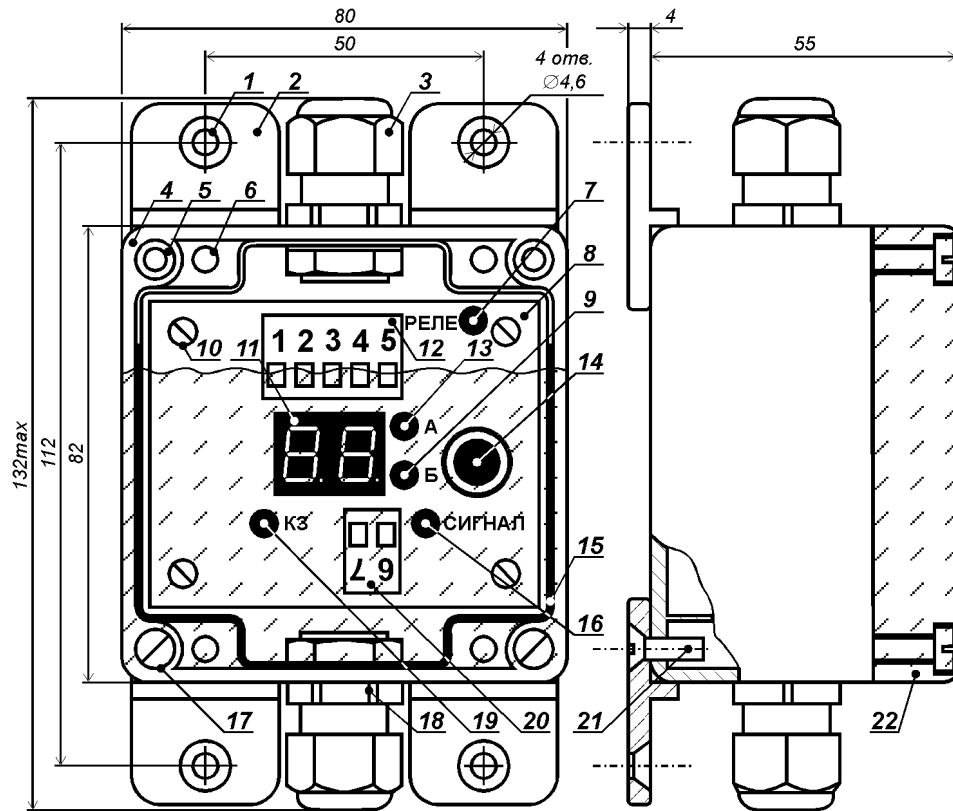
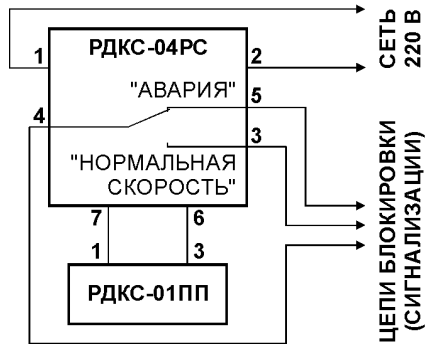

Рис. 2. Конструкция реле скорости РДКС-04РС.
Рис. 9. Схема соединений составных частей УКС и назначение внешних клемм.
Конструкция реле скорости РДКС-04РС (далее именуемого «РС») показана на рис. 2. Устройство размещено в пластмассовом корпусе [поз. 4], который закрыт прозрачной крышкой [поз. 22] через уплотнитель [поз. 15] четырьмя винтами [поз. 17]. Винты вворачиваются в резьбовые втулки [поз. 5], запрессованные в стенках корпуса.
- светодиод: «Реле» [поз. 7], показывающий состояние выходных контактов РС. Светодиод горит, когда контакты находятся в положении «Нормальная скорость» (рис. 9).
Схема подключения УКС изображена на рис. 9.
После подачи питания и до нажатия на энкодер [поз. 14 на рис. 2] РС находится в режиме «Работа». Светодиод «А» [поз. 13 на рис. 2] горит, если скорость механизма выше номинальной, а светодиод «Б» [поз. 9 на рис. 2] – если ниже. Цифровое табло [поз. 11 на рис. 2] показывает процент отклонения текущей скорости механизма от номинальной. Если отклонение превысило заданный порог и это превышения длится дольше заданной задержки, то контакты выходного реле РС переходят в положение «Авария» (рис. 9). При изменении скорости на 50 % и более задержка отсутствует. Цифровое табло отображает зафиксированный процент изменения скорости: если скорость в момент отключения была выше номинальной, то горит светодиод «А», а если ниже – то светодиод «Б». В случае принудительного (минуя контакты РС) пуска механизма, когда его скорость войдёт в допустимый диапазон и пройдёт заданное время задержки, контакты реле вернуться в положение «Нормальная скорость» (рис. 9).
В режиме «Автонастройка» РС запоминает текущую скорость объекта, в дальнейшем принимая её за номинальную (за 100%). Контакты реле переходят в положение «Нормальная скорость» (рис. 9) и одновременно мигают светодиоды «А» и «Б».
4. Если при подаче на РС сетевого напряжения загорается светодиод «КЗ» [поз. 19 на рис. 2], то следует проверить правильность выполнения п. 1 или устранить короткое замыкание в линии связи между ПП и РС.